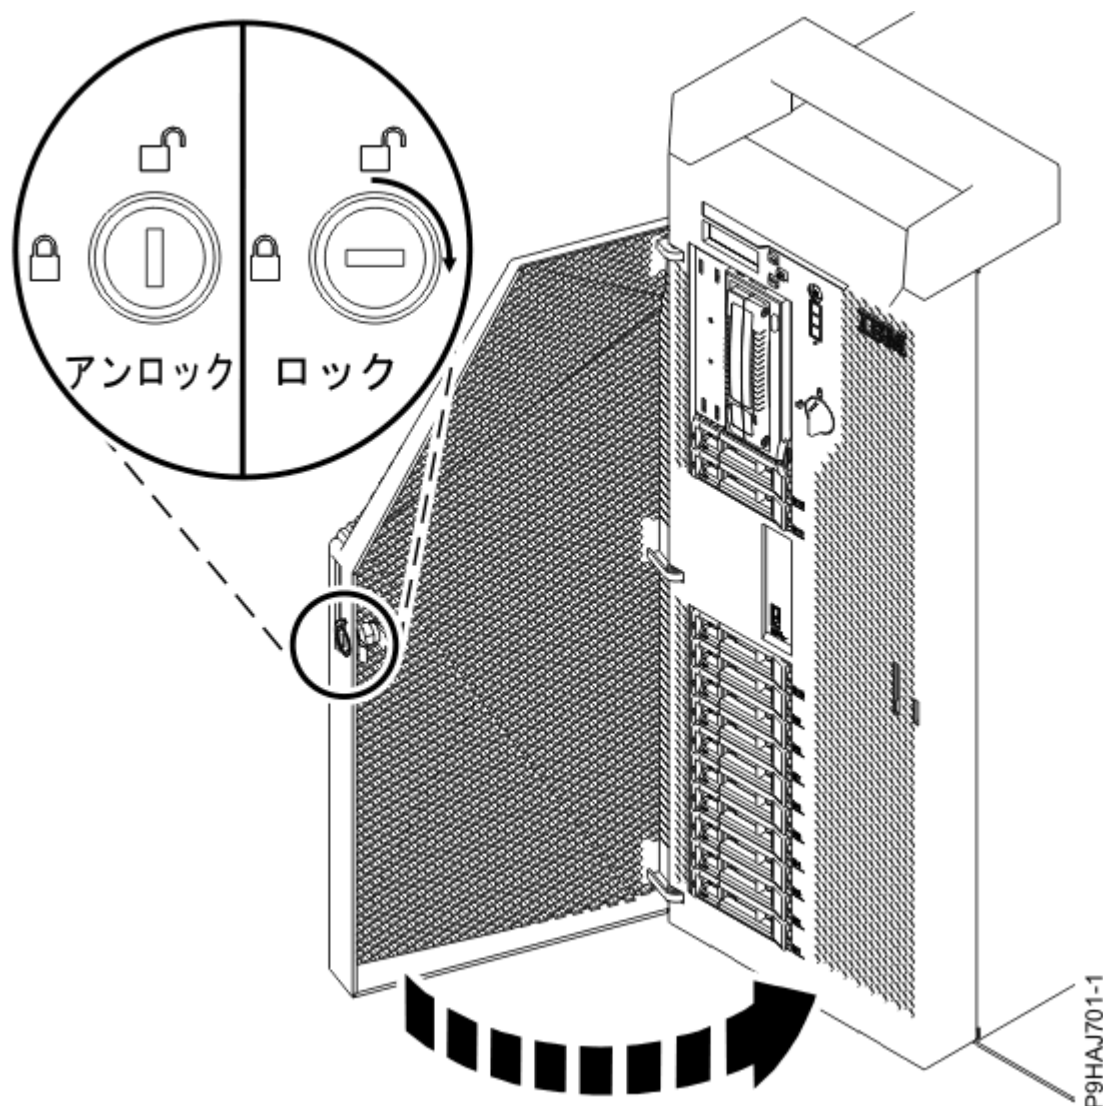

図 41. 前面ドアのロックング
9. スタンドアロン型システムの場合は、前面ドアを閉めます。前面ドアの鍵をロックに差し込みます (48 ページの図 41 を参照)。鍵を右 (時計回り) にひねって、ドアをロックします。水平方向がロック状態で、垂直方向がアンロック状態です。